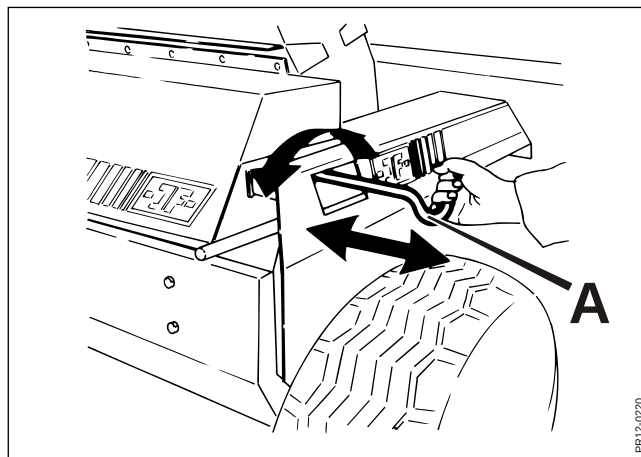

Fig. 4-21
- Fig. 4-21** 3. Slibestenen indstilles, så den står 2-3 mm fra knivene, ved at dreje håndtag **A**.